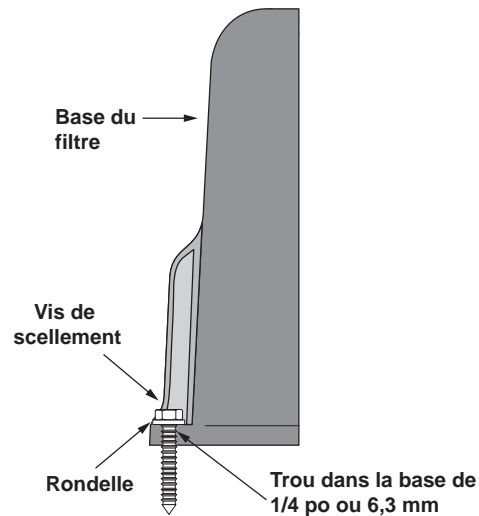

Figure 4. Installer les vis d'ancrage
1. Après avoir placé le filtre, percez un trou de dans chacun des trois (3) trous à la base du filtre. (La taille de la mèche à béton à utiliser doit vous être communiquée lors de l'achat des vis à béton). Les vis à béton doivent répondre à toutes les exigences applicables du code de construction.
2. Installez les vis et les rondelles pour fixer le filtre sur le socle de l'équipement. Voir Figure 4. Ne pas trop serrer les vis.